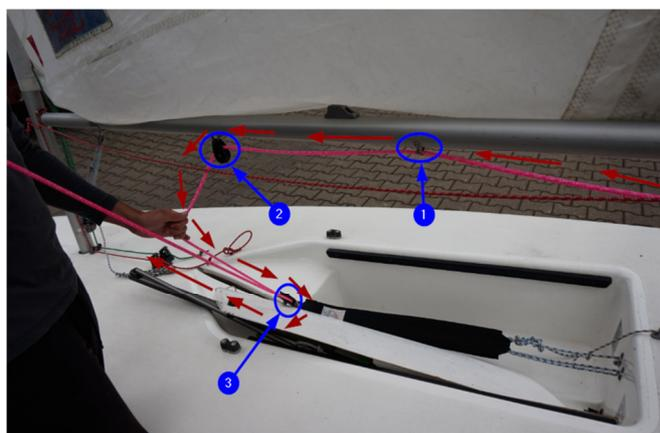

Abb. 31 – Einfädeln der Großschot – Teil 2
1. Danach wird das andere Ende der Großschot durch den kleinen Beschlag am Baum geführt (*vgl. Abb. 31 – Punkt 1*).
2. Anschließend wird die Großschot durch die vordere Großschotrolle am Baum (*vgl. Abb. 31 - Punkt 2*) geführt.